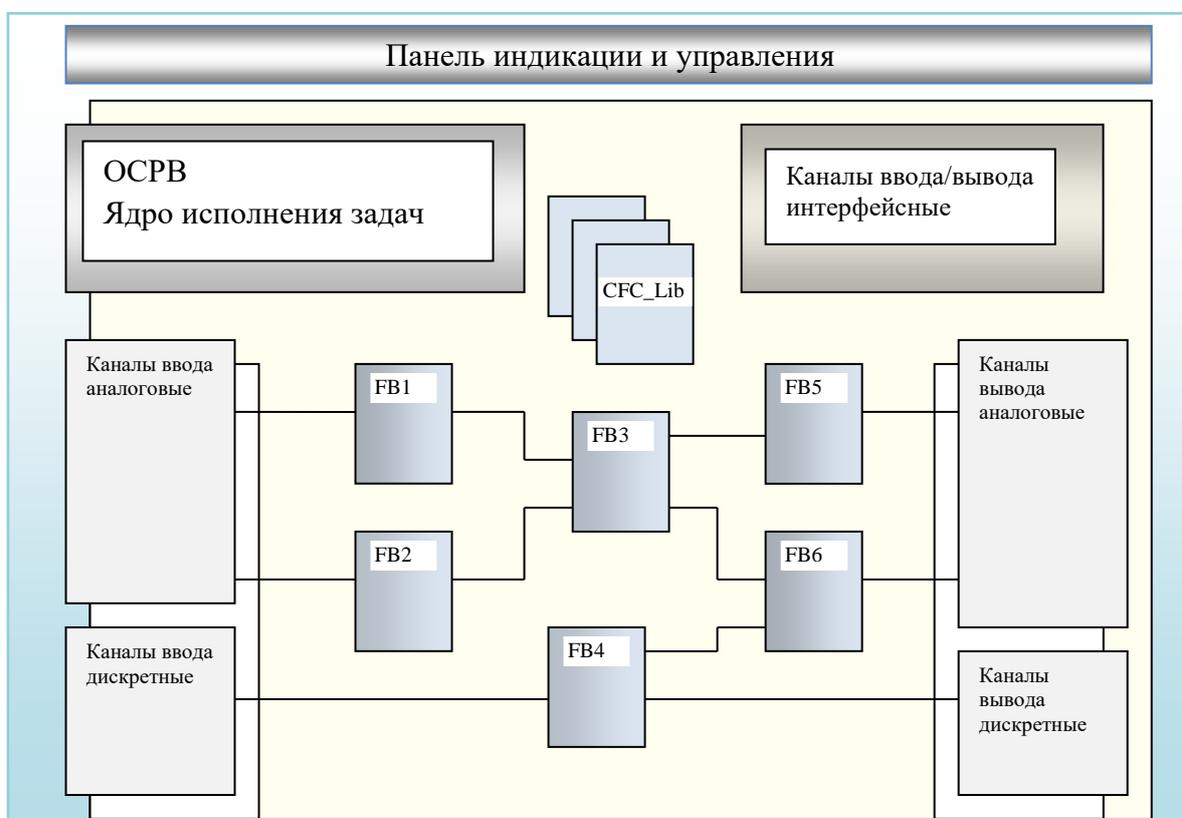

Рисунок 1.9 – Информационная архитектура Simbi-10
1.5.5.1 Архитектура контроллера описывает информационную организацию устройства и характеризует его как аппаратно-программное звено системы измерения и управления (Рисунок 1.9).
Функциональный блок (FBx) - это отображение вызова одной из функций. В архитектуре изделия каждый функциональный блок представляется в виде прямоугольника (рис. 1.9) с обозначением выполняемой функции.